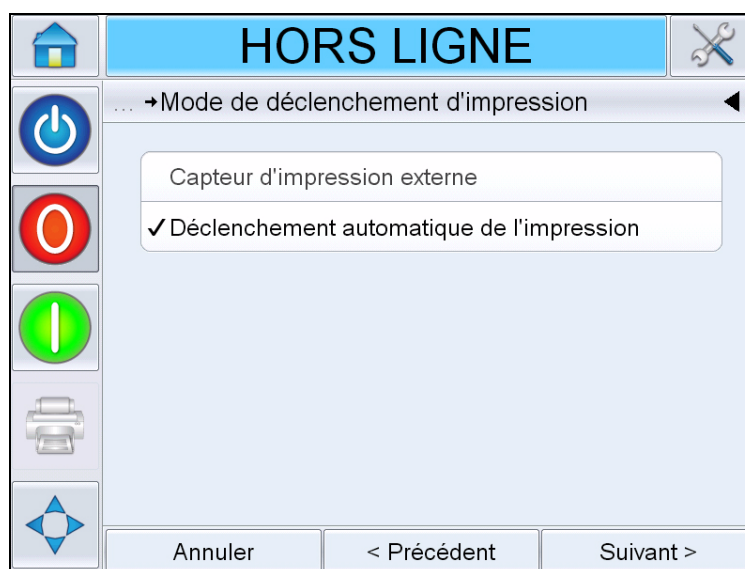

Figure 5-13: Mode de déclenchement d'impression
- 3 Touchez *Suivant* pour définir la direction de la tête d'impression (voir figure 5-13).
- 4 Touchez *Suivant* pour définir le mode de déclenchement d'impression (voir Figure 5-13 à la page 5-11).